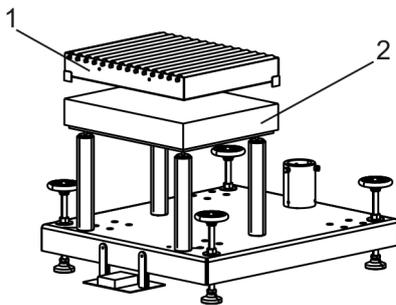

Abb. 31: Auffangwanne aufsetzen
6. ➔ Falls noch nicht vorhanden, Auffangwanne mit Transportrollen (Abb. 31/1) auf die Waage (Abb. 31/2) aufsetzen.